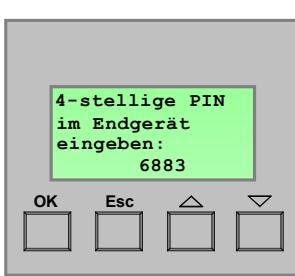

Bild 14: 4-stellige Zufalls-PIN
- An dieser Stelle wird der Benutzer dazu aufgefordert, die am Gateway abgebildete 4-stellige Zufallszahl am Endgerät einzutragen. Diese PIN wird für jeden Einlernvorgang neu erzeugt und ist immer unterschiedlich (vgl. Bild 14).